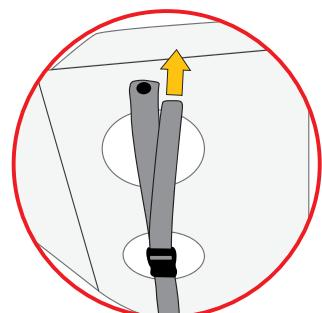

Abb. 18
- die Nylonschnallen schließen und das Gurtband spannen (Abb. 18).